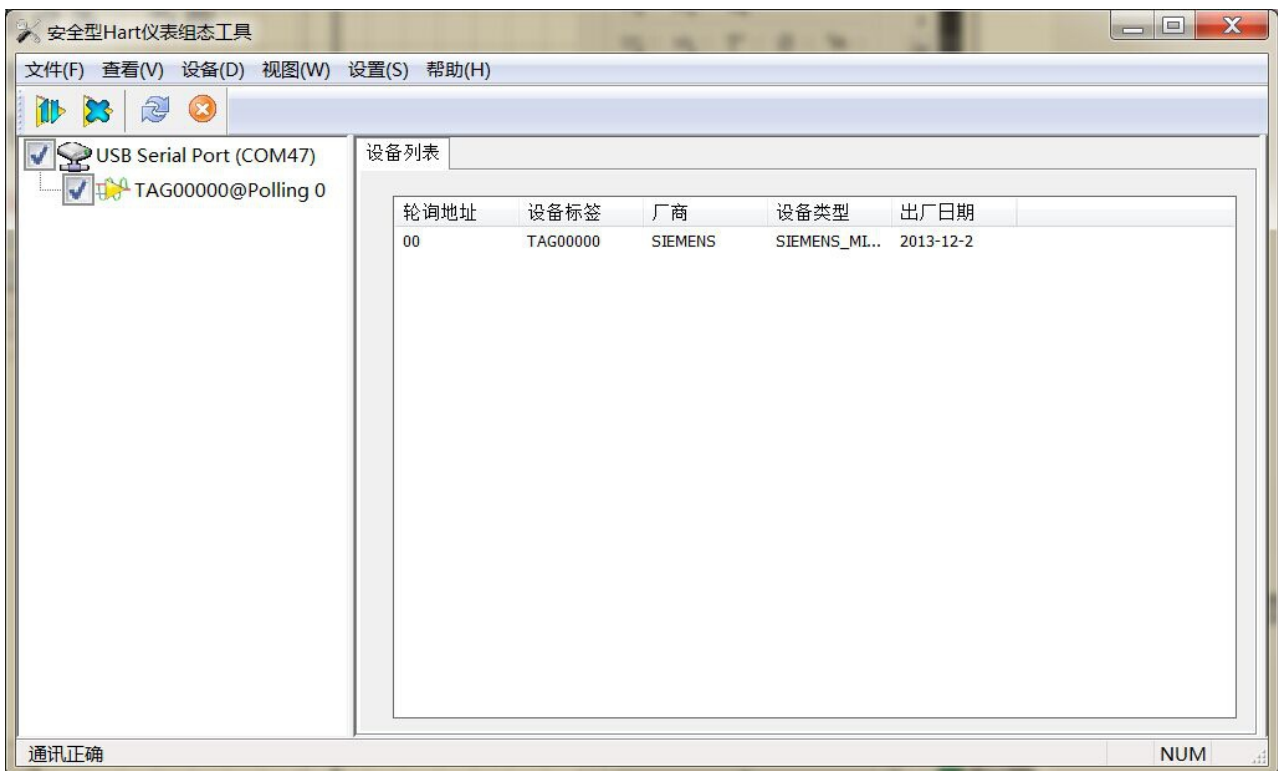

图10 设备列表界面
2. 选择串口后，左侧窗口显示所选择串口名称和串口号，选中该串口并单击鼠标右键，选择“单节点”或者“全搜索”，组态工具开始搜索设备，当搜索到设备时如图10所示。左侧窗口显示所搜到的设备标签，右侧窗口显示搜索到的设备列表，包括设备标签、厂商、设备类型、出厂日期等。